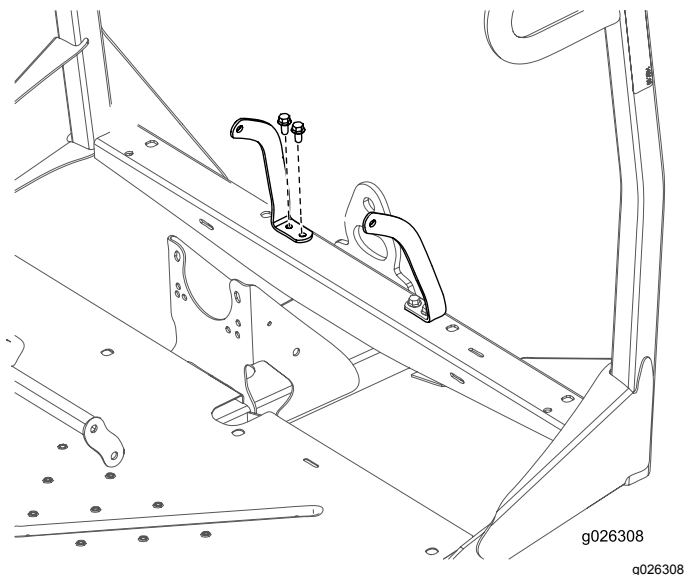

Рисунок 9
5. Прикрепите левый и правый узел крепления ремня безопасности к передней раме с помощью 4 болтов (3/8 x 3/4 дюйма) и 4 гаек (3/8 дюйма), как показано на Рисунок 9.